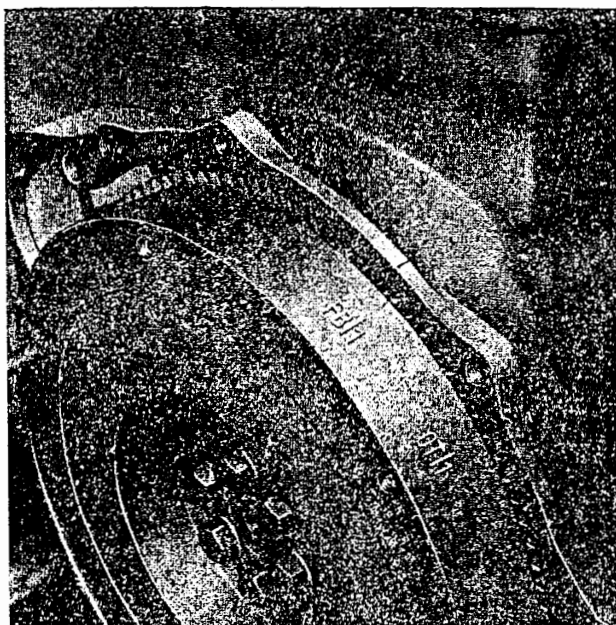

Bild M 135. „FB“-Markierung am Schwungrad
2. Motor durchdrehen und überprüfen, ob der im Kapillarprüfrohr sichtbare Förderbeginn mit der Markierung „FB“ auf dem Schwungrad übereinstimmt (Bild M 135).